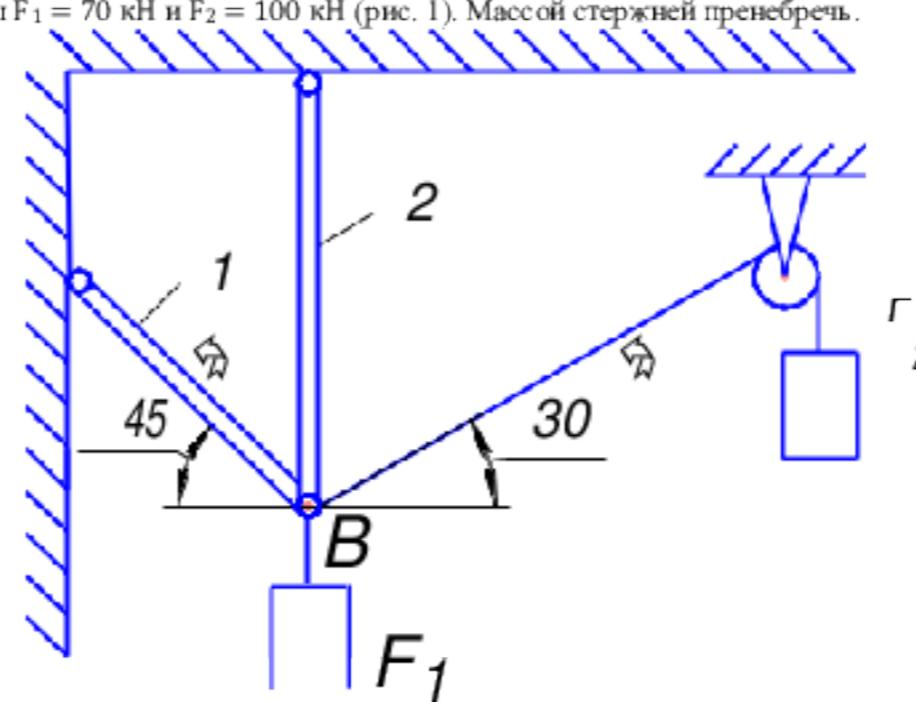

Рисунок 1
Пример 1. Определить реакции стержней, поддерживающие грузы $F_1 = 70 \text{ кН}$ и $F_2 = 100 \text{ кН}$ (рис. 1). Массой стержней пренебречь.
1. Рассматриваем равновесие шарнира B (рис. 1).